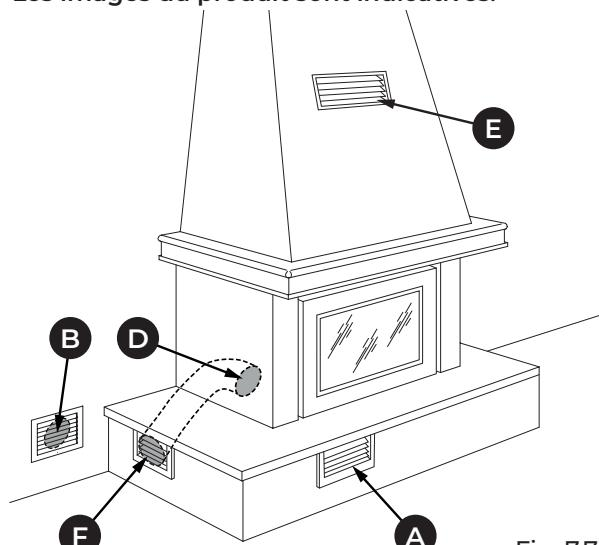

Fig. 7.7
- Fig. 7.7: prise d'air (F) sur le revêtement, canalisée jusqu'au foyer. Grille inférieure (A) fournie sur le revêtement et orifice mural (B)